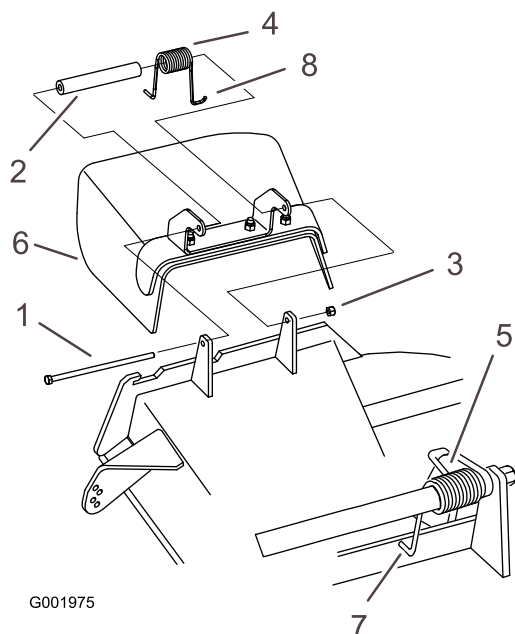

Figure 89
1. Retirez le contre-écrou, le boulon, le ressort et l'entretoise qui fixent le déflecteur aux supports de pivot (Figure 89).
Remarque: Prenez soin de placer 1 extrémité en J du ressort derrière le bord du tablier avant de mettre le boulon en place, comme montré à la Figure 89.
6. Accrochez l'extrémité en J du ressort au déflecteur d'herbe (Figure 89).